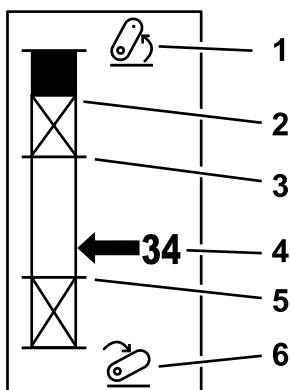

Figura 22
2. Avviate la macchina Outcross e passate tra le schermate sul display di stato per visualizzare l'altezza dell'attacco a 3 punti (Figura 22).
3. Spostate l'attacco a 3 punti in alto e in basso e registrate il numero per la posizione dell'attacco attuale quando in posizione di trasferimento, posizione di inversione, posizione operativa massima e posizione operativa minima (Figura 22).
Questa è l'altezza massima di sollevamento di un attacco a 3 punti. Impostate questa posizione sollevando l'attrezzo all'altezza massima consentita o all'angolo massimo per un albero PDF non attivato, a seconda di quale si verifica prima. Annotate la posizione dell'altezza nella schermata del display di stato e inseritela nell'impostazione del parametro nella schermata dell'InfoCenter (Figura 22).
Questo parametro è richiesto solo per gli attrezzi a 3 punti attivati mediante la paletta. Questa è la posizione automatica dei 3 punti quando l'accessorio è in fase di inversione o viene sollevato per evitare un pericolo. Impostate questo punto sollevando l'attrezzo a 3 punti e confermate che l'attrezzo sollevato non danneggia le naturali strisce del tappeto erboso. Annotate la posizione dell'altezza nella schermata del display di stato e inseritela nell'impostazione del parametro nella schermata dell'InfoCenter (Figura 22).
Sollevare l'attrezzo al punto massimo consentito e annotare la posizione dell'altezza nella schermata Display di stato e inseritela nell'impostazione del parametro nella schermata dell'InfoCenter (Figura 22).
Abbassate l'attrezzo al punto minimo consentito e annotare la posizione dell'altezza nella schermata Display di stato e inseritela nell'impostazione del parametro nella schermata dell'InfoCenter (Figura 22).